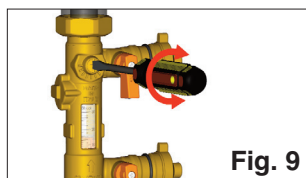

Fig. 9
- An der Einstellschraube (Abb.9) drehen bis der gewünschte Durchfluss erreicht ist (Abb.10).